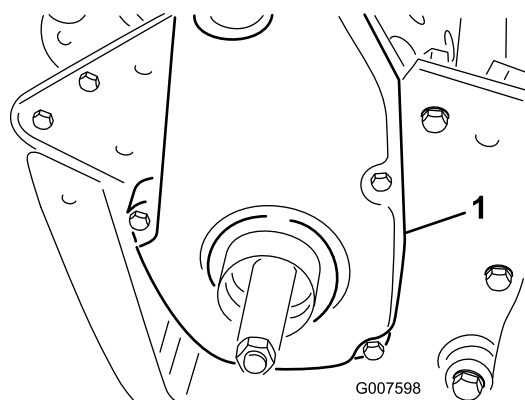

Рисунок 37
1. Снимите детали крепления и кожух ремня, чтобы открыть доступ к ремню (Рисунок 37).